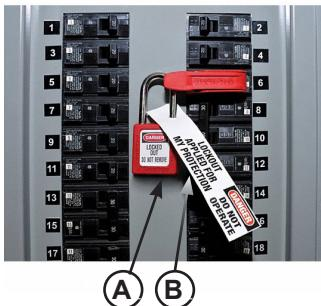

Figura 24
Cuando trabaje con controles electrónicos o eléctricos, asegúrese de que se haya etiquetado (B) y bloqueado (A) la fuente de alimentación conforme a los reglamentos de la OSHA* y los códigos eléctricos locales aprobados (consulte la Figura 24).